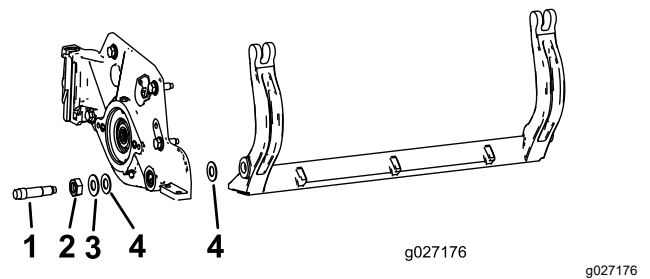

Figura 25
Guarde as duas anilhas de nylon e anilha de aço prensado de cada uma das extremidades da barra de apoio (Figura 25).
3. Coloque uma anilha de nylon de cada lado da placa lateral. Coloque uma anilha de aço no exterior de cada uma das arruelas de nylon (Figura 25).